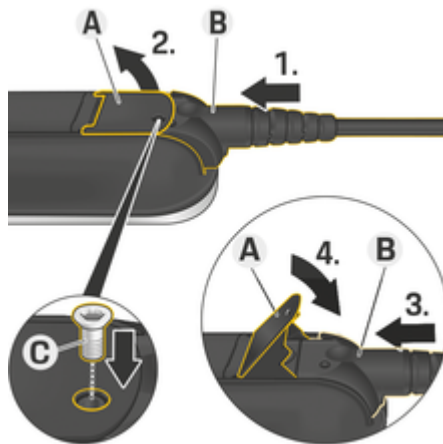

図. 109: ケーブルの接続とプラグの固定
- ✓ レバー A (図. 109) が閉じている。
1. 抵抗を感じる所までプラグ B (図. 109) をコントロールユニットに挿入します。
5. プラグ B をネジ C (図. 109) でコントロールユニットに固定します。